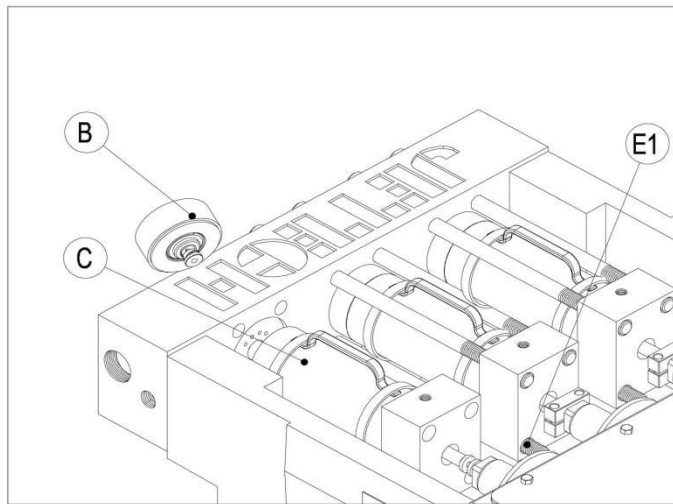

图 2
6) 取出阀总成 ( B ), 这样就有了取出填料函的空间。( 见图 2 )